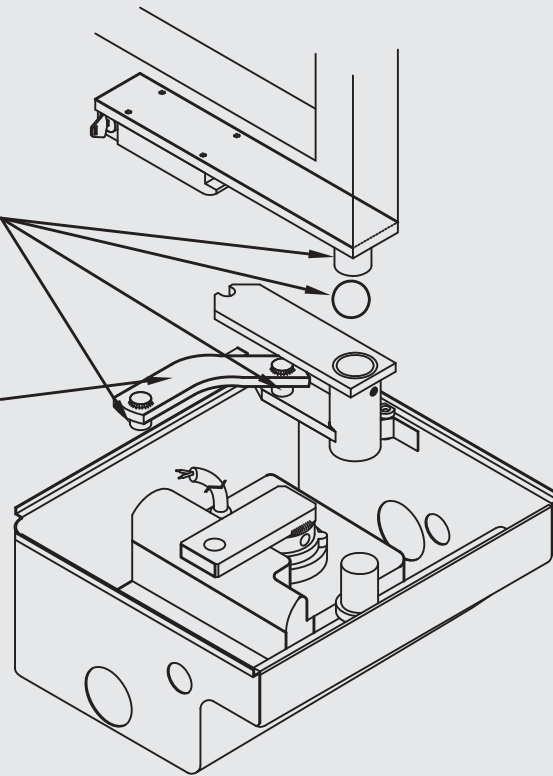

Fig. 4 / Abb. 4
5. Sistemare la **biella** come giunzione delle parti. Se necessario dare alimentazione al motoriduttore a brevi impulsi per trovare la giusta fase. (fig. 4)
5. Installer la bielle de manière à unir les parties. Si nécessaire alimenter par à-coups le moto-réducteur pour trouver la phase qui convient. (fig. 4)
5. Montar la **biela** de conexión de las partes. Si es necesario, se dará alimentación al motorreductor a breves impulsos, para encontrar la fase adecuada. (fig. 4)
5. Install the connecting rod as joint between the parts. If necessary power the gearmotor in short pulses to find the right phase. (fig.4)
5. Die **Triebstange** als Verbindung der Teile plazieren. Falls notwendig, den Getriebemotor mit Strom in kurzen Impulsen versorgen, um die richtige Phase zu finden. (Abb.4)
5. Monteer de **drijfstaag** als koppeling van de onderdelen. Zet indien nodig de motorreductor met korte impulsen onder stroom om de juiste fase te vinden. (fig.4)